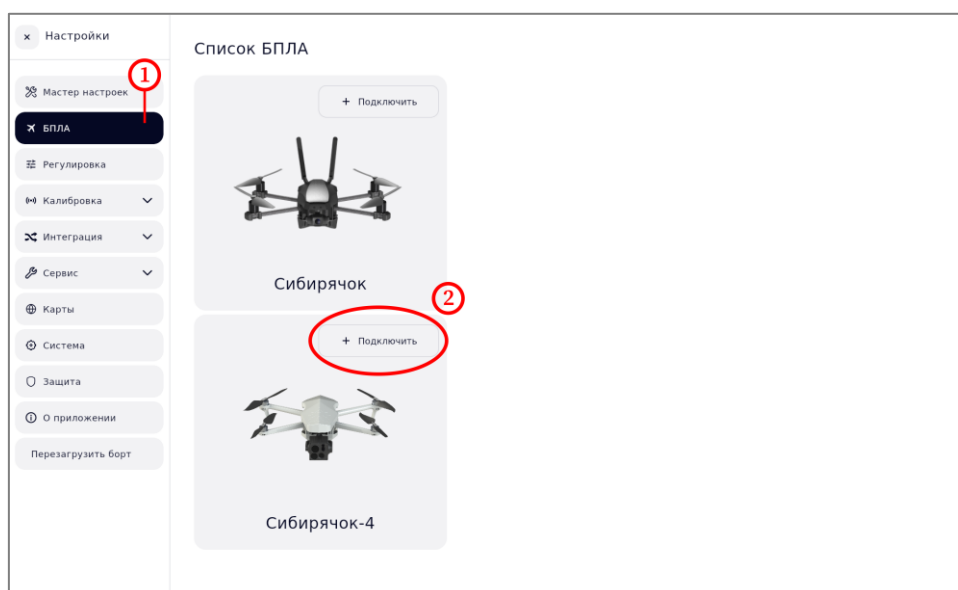

Рисунок 37 – Подключение БПЛА
- в боковом меню выбрать пункт « БПЛА» (рисунок 37, шаг 1);
- в окне раздела, на форме требуемого борта нажать на кнопку «+ Подключить» (рисунок 37, шаг 2).